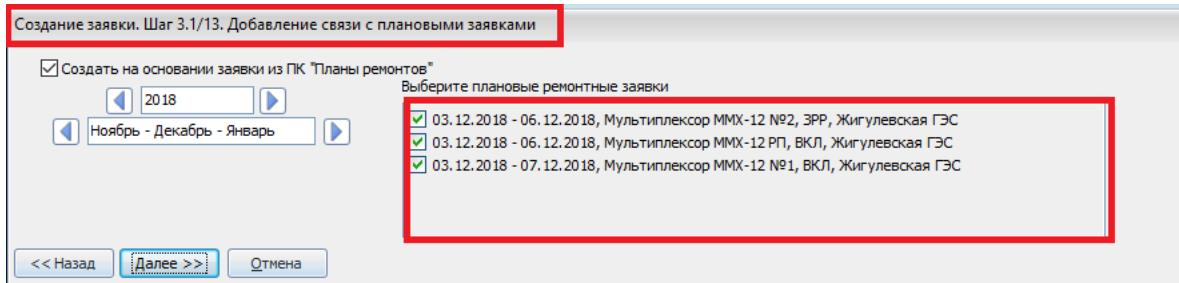

Рисунок 10.11 – Добавление связи с плановыми заявками
- **«Шаг 3.1/12. Добавление связи с плановыми заявками».** Шаг отображается, если на шаге 3/12 выбрана категория заявки «Плановая». На данном шаге необходимо выбрать плановые ремонтные заявки, которые будут сопоставлены с создаваемой диспетчерской (при установленном флаге «Создать заявку на основании заявки из ПК «Планы ремонтов», по умолчанию флаг установлен») (Рисунок 10.11). При включенной функции ScheduleAgreeComparison=1 в файле zvk.ini (см. руководство системного администратора раздел «Описание параметров файла zvk.ini») данный шаг будет доступен для заявок, созданных за чужое предприятие с целью согласования. При включенной функции ScheduleAgreeComparison=1 в файле zvk.ini (см. руководство системного администратора раздел «Описание параметров файла zvk.ini») поиск подходящих плановых заявок на шаге 3.1/12 выполняется не только по ГР с целью «утверждение», «согласование», но и по ГР с целью «предварительное согласование» (алгоритм поиска ПРЗ для сопоставления не меняется). Данные ПРЗ имеют в информации текст «(предварительное согласование)» и располагаются после ПРЗ из ГР с целью «согласование», при этом сортировка ПРЗ из графиков с целью «утверждение», и ПРЗ из графиков с целью «согласование», и ПРЗ из графиков с целью «предварительное согласование» остается прежней и отрабатывает в своих мини-группах.